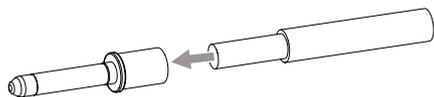

Abb. 31:
1. Die abisolierte Kabellitze in den Anschlussbereich des Kontakts einschieben (**Abb. 31**).